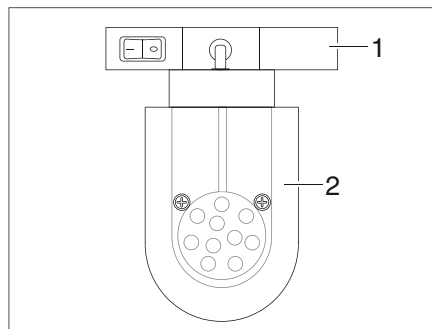

Bild 145 LED-spotlight (exempel)
- Ta tag i hållaren (Bild 145,1) och vrid 90°.
- Ta av LED-spotlightsen (Bild 145,2) från skenorna.
- Sätt in LED-spotlightsen (Bild 145,2) på önskat ställe i skenorna och vrid 90°.